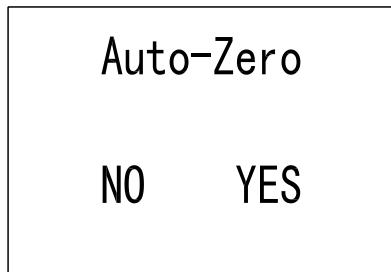

图 5 设置界面
② 选中第 2 项 (2. Auto Zero)，按 键进入图 5 设置界面